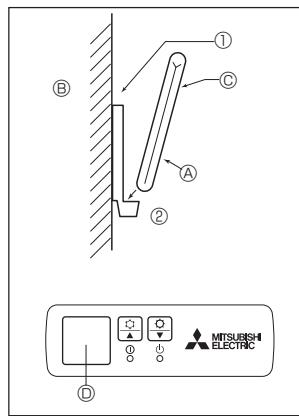
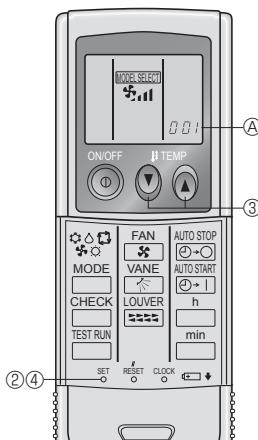

Fig. 6-2
Fig. 6-3
2) Método de instalação (Fig. 6-2)
- ① Fixe o suporte do controlo remoto no local desejado com dois parafusos de derivação.
- ② Coloque a extremidade inferior do controlo remoto no suporte.
- ③ Controla remoto ④ Parede ⑤ Painel de visualização ⑥ Receptor
3) Definição (Fig. 6-3)
- ① Introduza baterias.
- ② Prima o botão SET com algo de bico.
- ③ Prima o botão temp ④ ⑤ para definir o N° do Modelo.